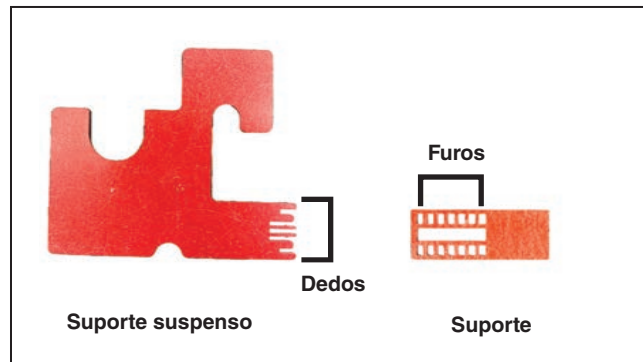
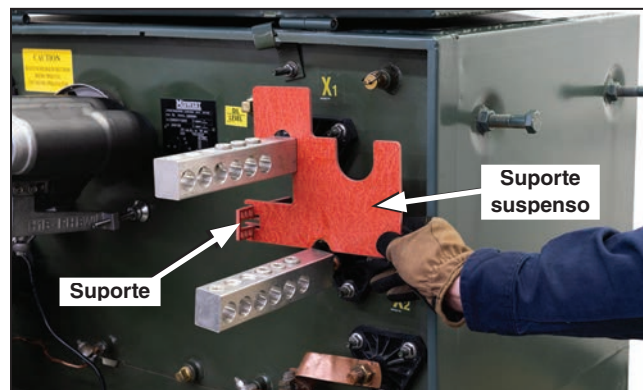

Figura 40. Suporte suspenso e suporte.
Figura 41. Encaixe o suporte no suporte suspenso e fixe o conjunto ao terminal de baixa tensão.
**PASSO 1.** O suporte suspenso e o suporte, quando montados adequadamente, criam um ângulo de 90 graus quando apoiados no transformador. Ver Figura 40 e Figura 41. Prenda o suporte suspenso no terminal de baixa tensão superior.